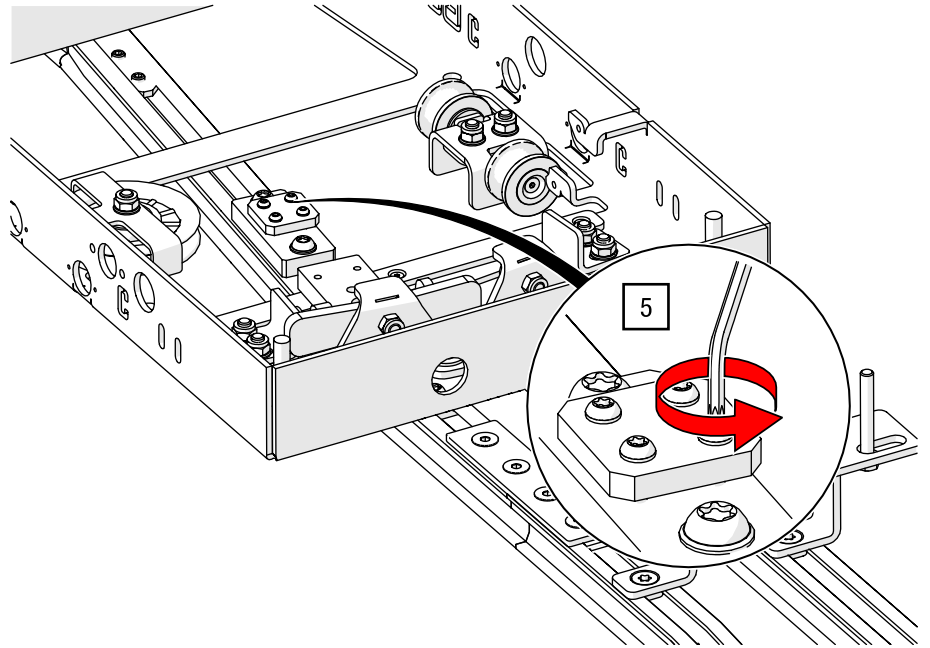

Abb. 134: Fingerweiche – Klemmplatte lösen
5. Lösen Sie die Klemmplatte auf der Seilplatte des Weichenfingers mit einem TORX®-Schlüssel T20 (siehe Abb. 134).